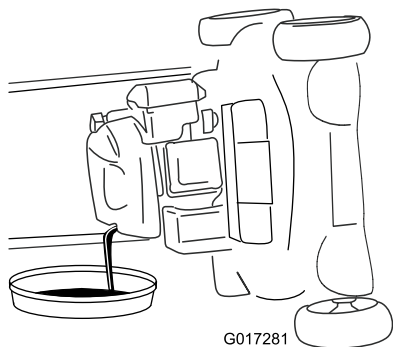

**Bild 32**
3. Entfernen Sie den Peilstab, indem Sie den Deckel nach links drehen und herausziehen (Bild 32).
10. Lesen Sie den Ölstand am Peilstab ab. (Bild 32)